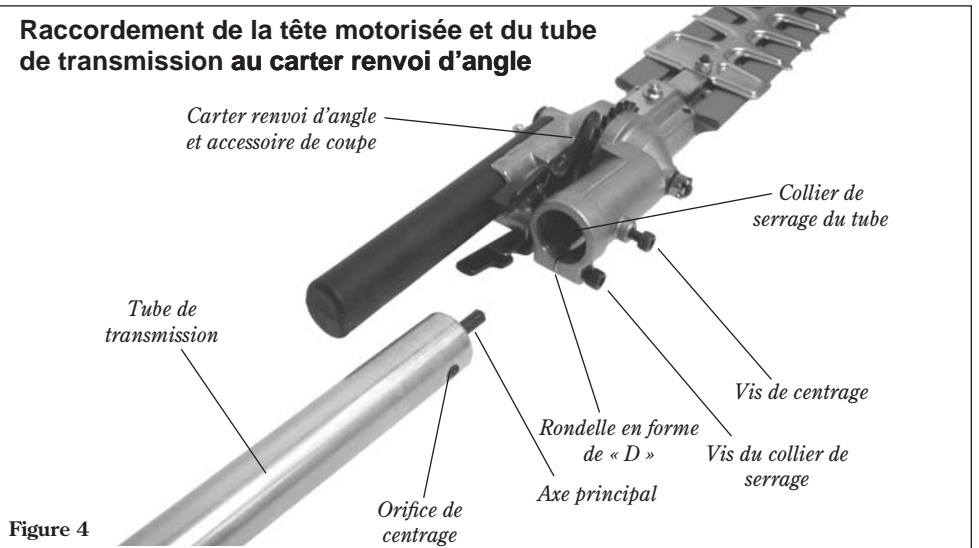

Figure 4
2. Utiliser la clé hexagonale de 4 mm pour desserrer la vis de centrage et le collier de serrage du tube. S'assurer que la cale d'épaisseur en forme de « D » est positionnée conformément aux indications de la Figure 4.